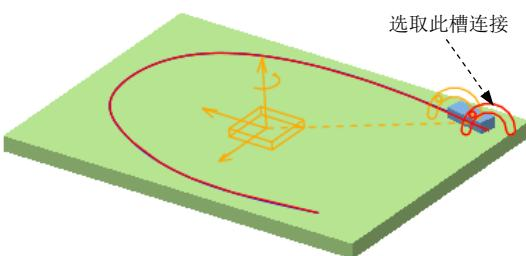

图 5.3.2 选取参考对象
(2) 在 **快照** 下拉列表中选择 **Snapshot1** 为初始位置条件，然后单击  按钮。
(3) 在 **速度条件** 区域中单击“定义切向槽速度”按钮 ，选取图 5.3.2 所示的槽连接为参考对象，在 **模** 文本框中输入值 100，如图 5.3.3 所示。
(4) 单击 **确定** 按钮，完成初始条件的定义。